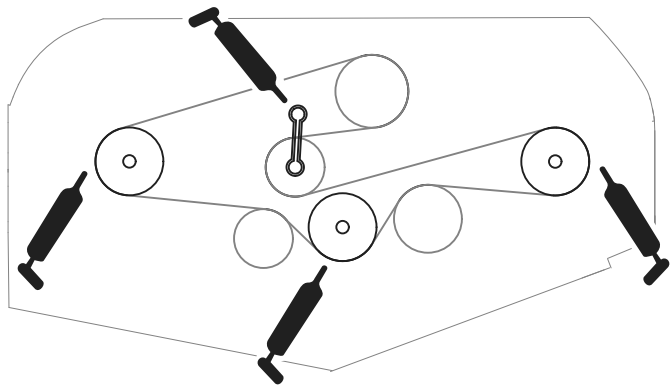

图 16
- 锭轴轴承3个——位于皮带轮下方图 16
- 总轮臂轴轴承图 16